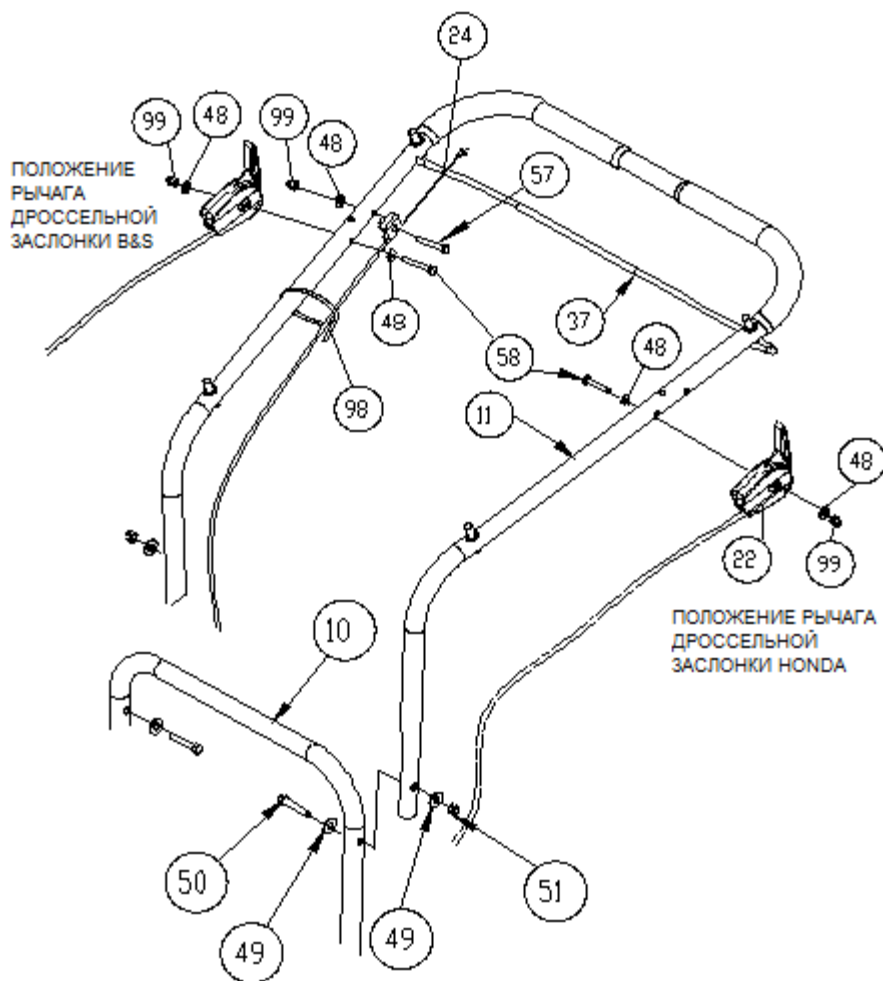

Рис. 1
1. С помощью крепежа из комплекта поставки (поз. 50, 49 и 51) **УСТАНОВИТЕ** верхнюю рукоятку (поз. 11) на нижнюю рукоятку (поз. 10). Надежно затяните крепеж. (см. *рис. 1.*)